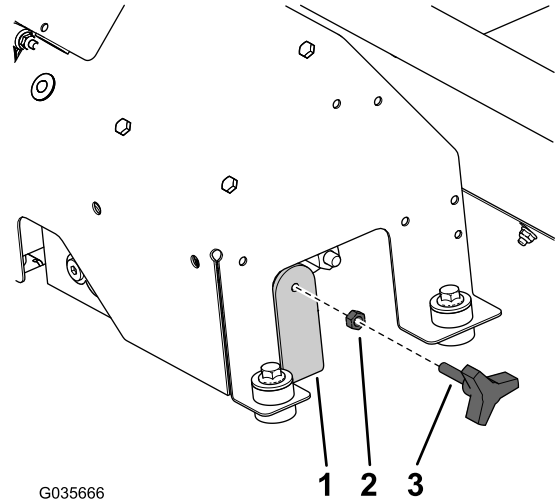

Bild 20
1. Nehmen Sie das Handrad vom vorher entfernten Kabelbaum ab und befestigen es an der vorher montierten Handradhalterung (Bild 20).